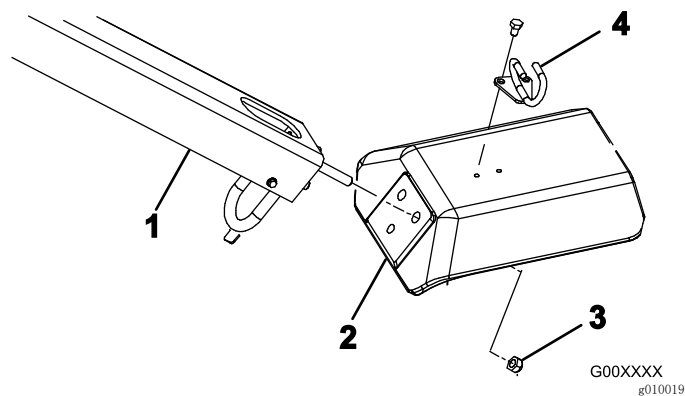

图 4
2. 将手柄安装螺栓插入固定叉的孔中（图 4）。
3. 用 3 个锁紧螺母（1/2 英寸）将手柄螺栓固定到固定叉上（图 4）。
5. 用 2 个螺栓（5/16 x 1/2 英寸）将线缆导管安装至固定叉（图 4）的顶部。